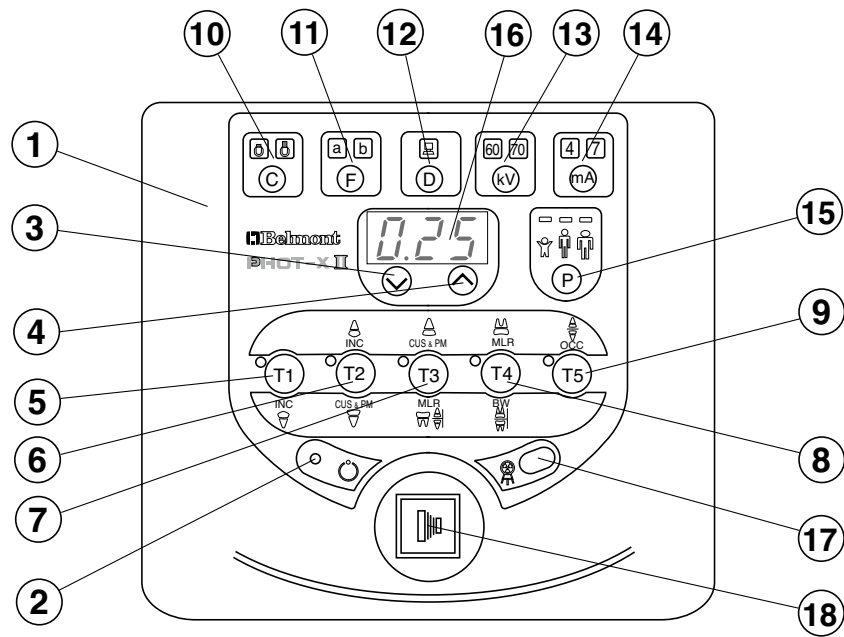

Abb. 2-6 Schalter der Kontrollbox
② Bereitschaftsanzeige (Abb. 2-6)
③ ④ Aufnahmezeit-Schalter (Abb. 2-6)
⑤ ~ ⑨ Zahnauswahlschalter (T1 ~ T5) (Abb. 2-6)
⑩ Wahlschalter für Tubus (Abb. 2-6)
⑪ Wahlschalter für Filmempfindlichkeit (Abb. 2-6)
c. Wird der **Schalter für die digitale Bildgebung** ⑫ gedrückt, leuchten beide Anzeigen für die Filmempfindlichkeit (a & b) nicht mehr.
⑫ Schalter für digitale Bildgebung (Abb. 2-6)
⑬ Wahlschalter für kV (Abb. 2-6)
⑭ Wahlschalter für mA (Abb. 2-6)
⑮ Wahlschalter für Patientengröße (Abb. 2-6)
⑩ Anzeigefenster für Aufnahmezeit (Abb. 2-6)
⑪ Aufnahmewarnlicht (Abb. 2-6)
⑫ Auslöseschalter (Abb. 2-6)